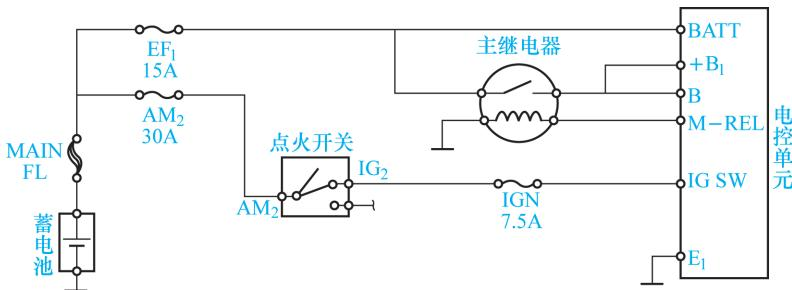

图 1-6 丰田汽车电控单元的电源电路
(1)电控单元的电源电路。电源向电控单元供电的电路称为电控单元的电源电路,一般分为两大类:永久电源电路和主电源电路。永久电源电路是指与电源正极直接相连的电路,其作用是在任何时候都给电控单元供电,以使电控单元保存数据信息。主电源电路是指在点火开关或其他开关的控制下直接或间接向电控单元供电的电路,它提供电控单元正常工作时所需要的电能。如图 1-6 所示为丰田汽车电控单元的电源电路。